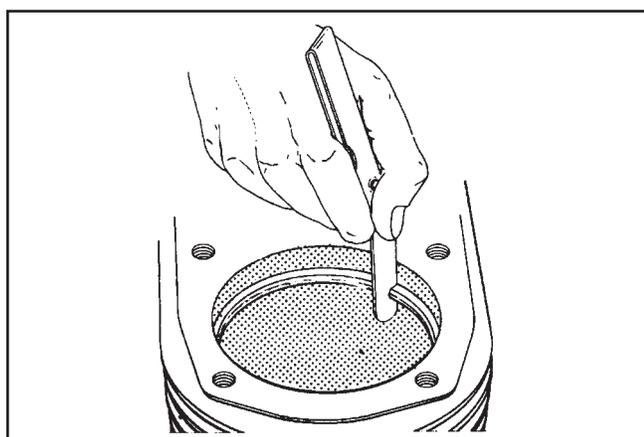

Figure 10-9. Mesurage de la distance des pointes des segments.
4. Avant de mettre en place les nouveaux segments sur le piston, placer les deux segments supérieurs, un à la fois, dans les gorges correspondantes sur le trou du cylindre et contrôler la distance des pointes. (Voir la Figure 10-9). Vérifier le jeu sur la base des indications listées à la Section 1.